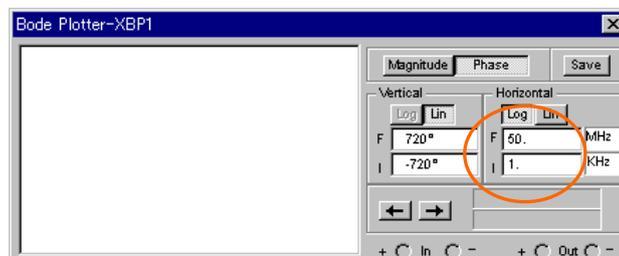

図23 ボーデプロッタの画面
(2) 回路をアクティブにする(ボーデプロッタを使って、波形を観る)
- ・ ボーデプロッタの設定を図23のように変えます。